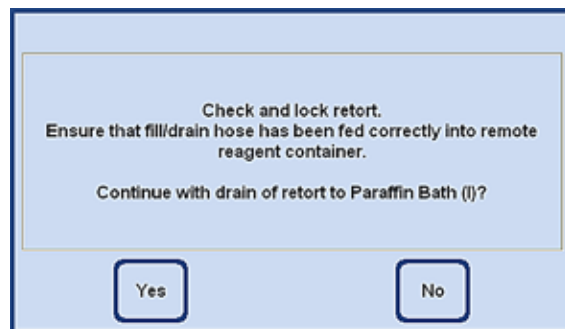

Рис. 184
- Для продолжения необходимо подтвердить следующий запрос (рис. 184).